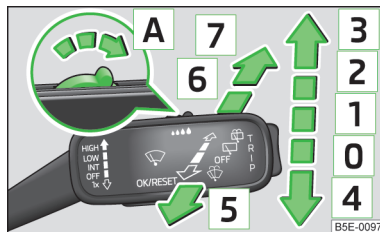

Fig. 38
Funcionamiento del sistema limpia y lavaparabrisas en las diferentes posiciones » fig. 38
Si está conectado el barrido lento **2** » fig. 38 o rápido **3** y la velocidad del vehículo disminuye por debajo de 4 km/h, se conectará gradualmente la velocidad de barrido a un nivel inferior. El ajuste original se restaura gradualmente si la velocidad del vehículo supera los 8 km/h.
Los faros se limpiarán una vez conectado el encendido después del primer y tras cada décimo rociado del parabrisas si está conectada la luz de cruce y se ha mantenido la palanca en la posición **5** » fig. 38 de la página 56.
- En el plazo de 10 segundos empujar la palanca en posición **4** y mantener durante aprox. 2 segundos » fig. 38 de la página 56.
- Conectar el encendido y empujar la palanca a la posición **4** » fig. 38 de la página 56.